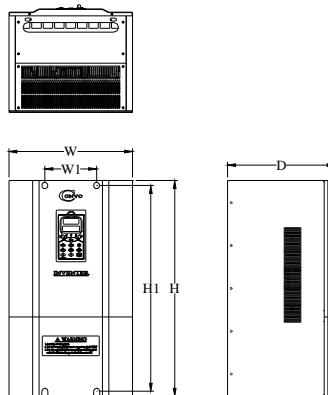

图 2-5 变频器的安装尺寸示意图
2.6.2 FSCZ02 系列变频器的安装尺寸示意图如图 2-5 所示。